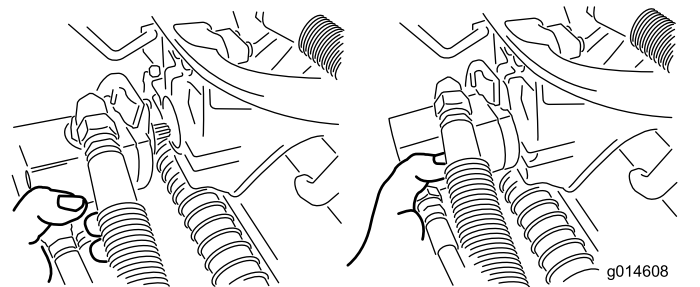

Bild 50
- Legen Sie den Motor am Aufbewahrungsort vorne am Aufhängearm ab (**Bild 50**).